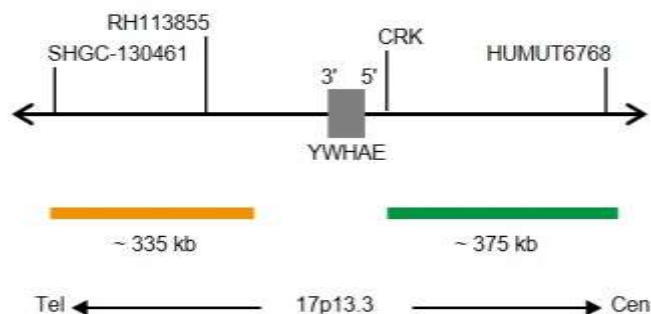

Fig. 1 : Carte de la sonde SPEC YWHAЕ (pas à l'échelle)
- Polynucléotides marqués au ZyGreen (excitation 503 nm/émission 528 nm) (~10 ng/μl), qui ciblent des séquences cartographiées en 17p13.3\* (chr17:1,339,752-1,716,668) à proximité de la région du point de rupture YWHAЕ (voir figure 1).
- Polynucléotides marqués au ZyOrange (excitation 547 nm/émission 572 nm) (~4,5 ng/μl), qui ciblent des séquences cartographiées en 17p13.3\* (chr17:791,171-1,124,746) distales de la région du point de rupture YWHAЕ (voir figure 1).